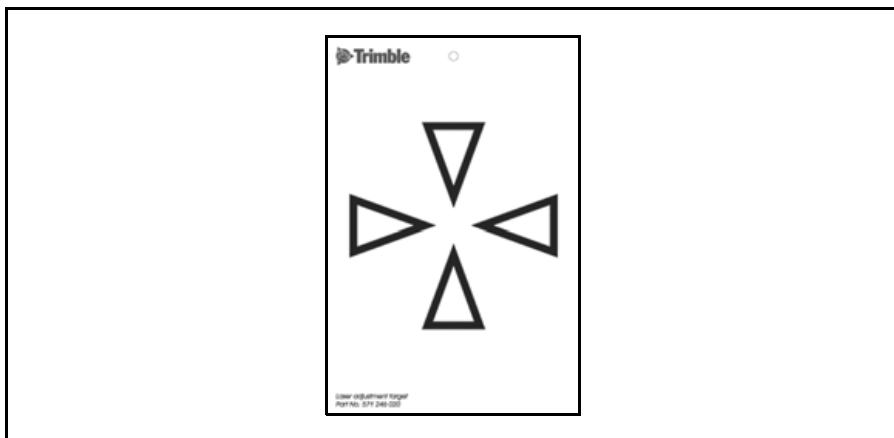

Рис. 4.31. Юстировочная цель для DR 300+
4. Если красное лазерное пятно лежит вне перекрестия визирных нитей, регулируйте направление луча до тех пор, пока он не совпадет с перекрестием визирных нитей, См.Рис. 4.31.